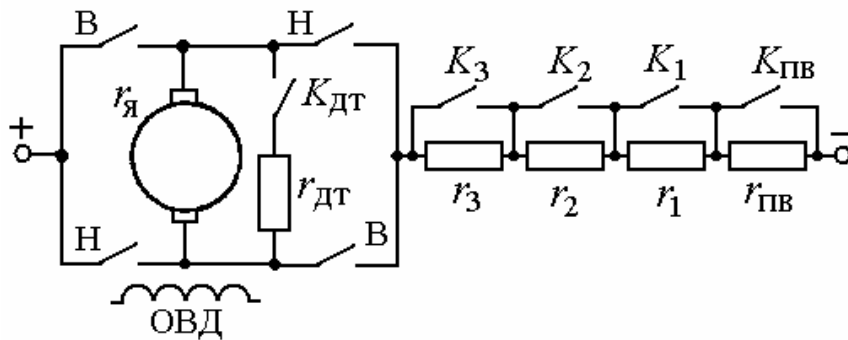
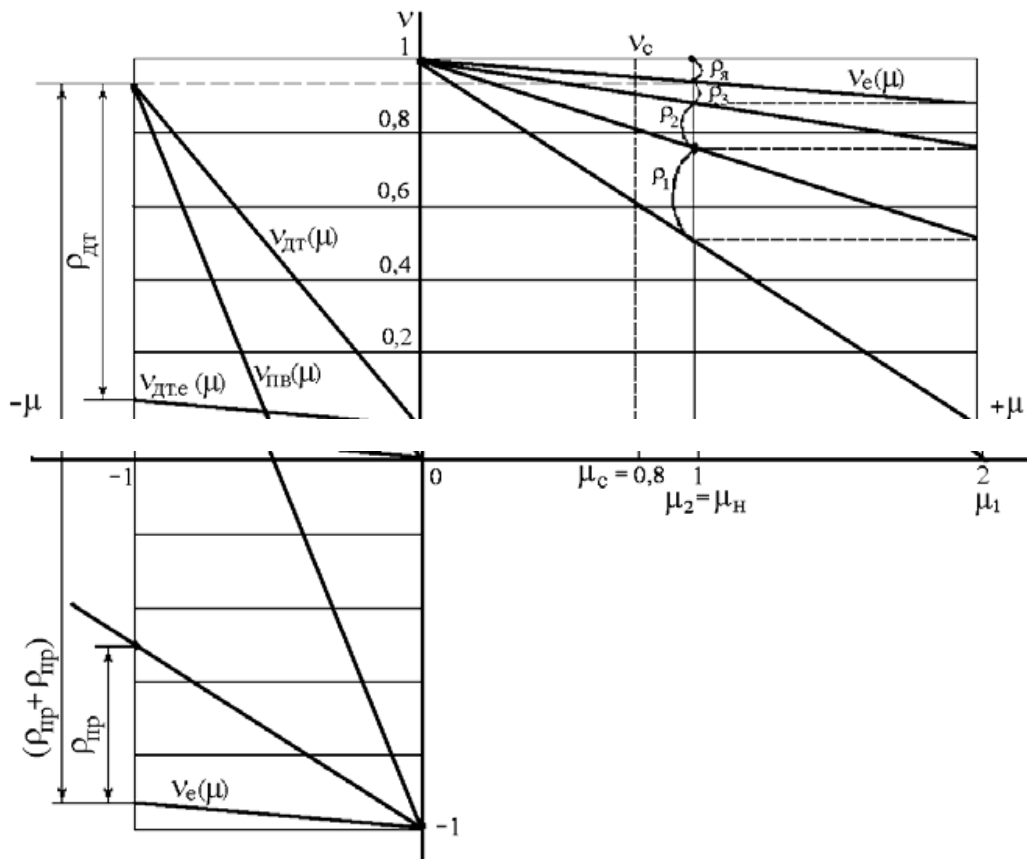

Рис.8. Схема электропривода с реостатно-релейным управлением
Рис.9. Механические пусковые и тормозные характеристики ДПТНВ
**Задача 17.** Для привода с двигателем постоянного тока независимого возбуждения (ДПТНВ) с реостатно-релейным управлением(рис.8) рассчитать величины ступеней пусковых сопротивлений. Номинальные значения паспортных величин двигателя:  $P_n = 8,5$  кВт;  $U_n = 220$  В;  $I_n = 44$  А;  $\omega_n = 94$  рад/с. Максимальный пиковый момент двигателя при пуске  $\mu_1 = 2$ . Относительные значения момента переключения ступеней пускового сопротивления  $\mu_2 = 1$ , статического момента нагрузки  $\mu_c = 0,8$ .
2. Найти число ступеней пуска  $m$  и построить характеристики реостатного пуска (рис.9).
**Задача 18.** Для привода постоянного тока с реостатно-релейным управлением (см. рис.8) рассчитать ступень сопротивления для торможения противовключением и для динамического торможения. Характеристики приведены на рис.9. Номинальные значения параметров двигателя:  $P_n = 8,5$  кВт;  $U_n = 220$  В;  $I_n = 44$  А;  $r_{я} = 0,3$  Ом;  $\omega_0 = 100$  рад/с;  $\omega_n = 94$  рад/с. Двигатель переключается в тормозной режим противовключения или динамического торможения при  $\mu_c = 1$  и  $v = v_n$ . Максимальный тормозной момент при